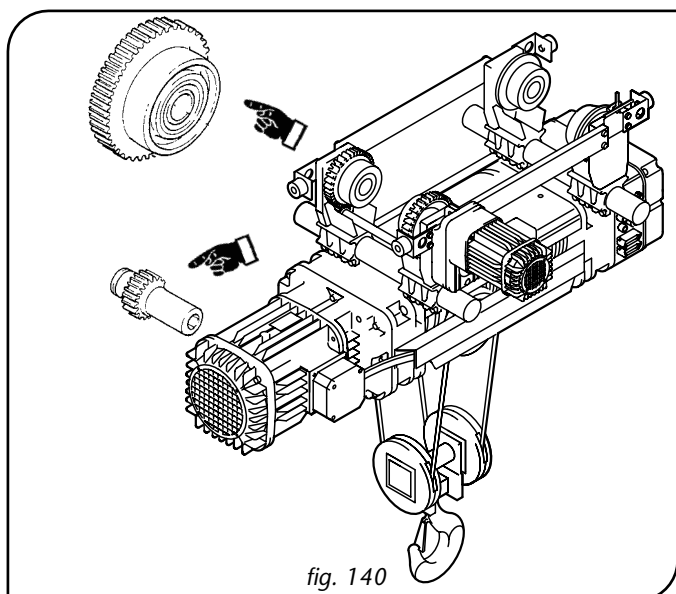

fig. 140
*Verifica trimestrale dell'efficienza delle ruote, dei pignoni e dei rulli di guida (fig. 140):*